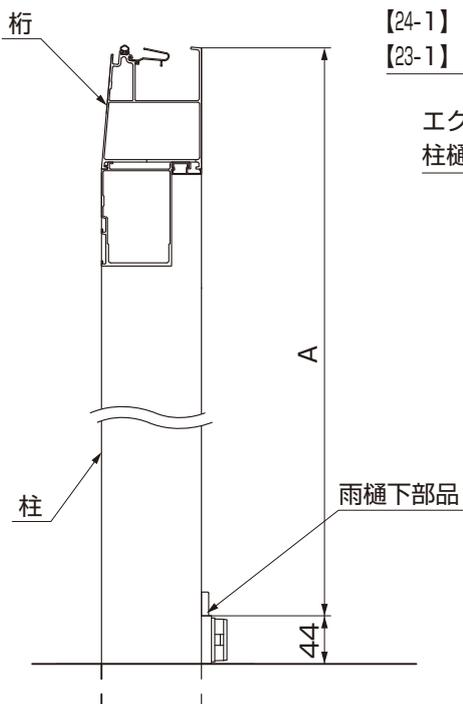

図7-5
- ① 桁上部から、雨樋下部品までを図7-5を参照して実測してください。
- ② 柱樋カバーを実測した寸法で切断してください。
- ③ 柱に柱樋カバーをはめ込んでください。